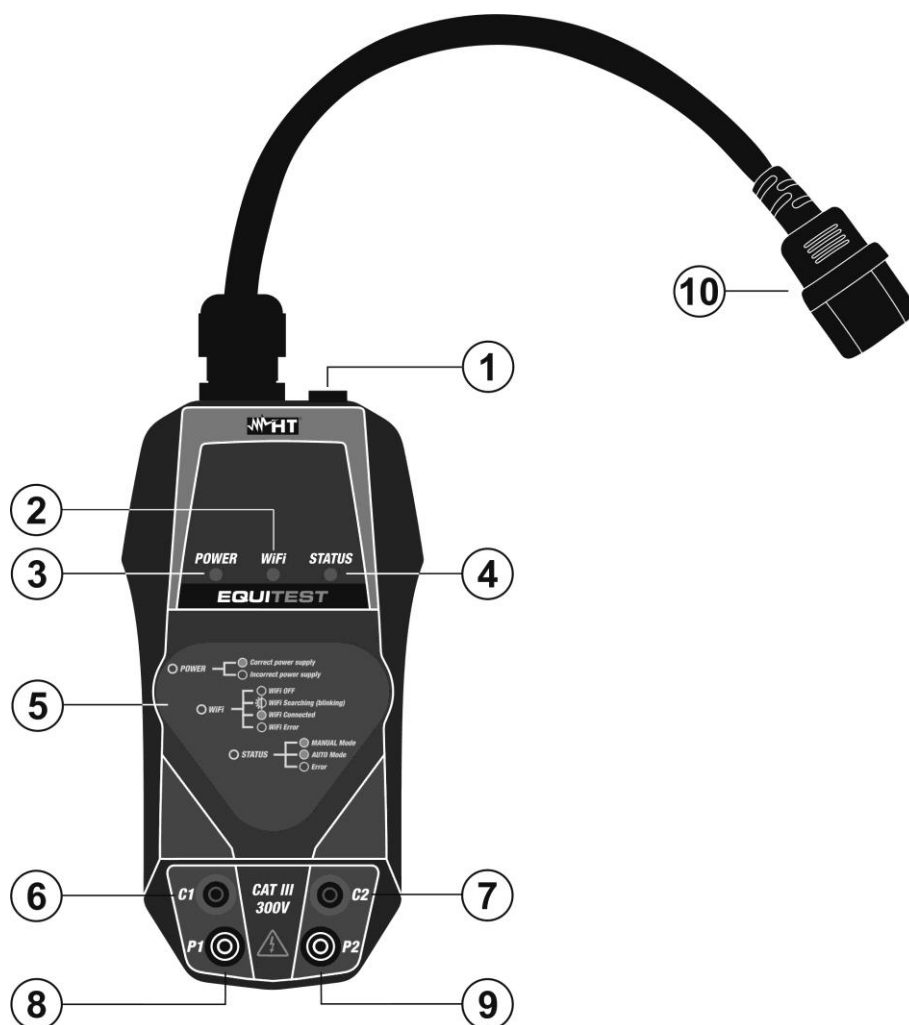
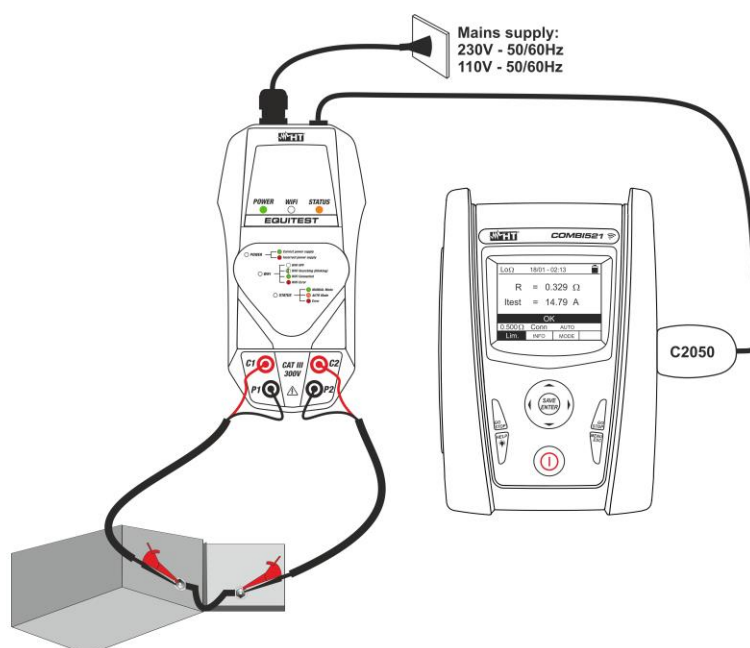

Abb. 1 Beschreibung des Instruments
Abb. 3 Verwendung des Instruments mit MASTER-Einheit
- Verbinden Sie das Instrument mit dem Netz mittels des mitgelieferten Netzkabels (siehe Abb. 1 – Teil 10). Die **POWER** LED schaltet auf dauerhaftes **grün** ein, um die korrekte Versorgungsspannung anzugeben, die **STATUS** LED schaltet auf konstantes **grün ständig** ein, um den Betrieb des Instruments im manuellen Modus anzugeben (siehe die Bedienungsanleitung des MASTER Instruments), die **WiFi** LED schaltet sich **grün blinkend** ein, um anzugeben, dass das Instrument versucht (wenn verfügbar) eine WiFi-Verbindung mit einem externen Mobilgerät über die **HT Equitest** APP (siehe § 5.2) und hat keine Funktionalität in der Verbindung mit dem MASTER-Instrument
- Verbinden Sie das Instrument mit dem MASTER Instrument (siehe Abb. 3) durch das mitgelieferte Kabel **C2050** (siehe Abb. 1 – Teil 1)
- mit den Eingangsbuchsen **P1** und **P2**, und die zwei roten Kabel mit den Eingangsbuchsen **C1** und **C2** (siehe Abb. 3)
5. Verbinden Sie die Krokodilklemmen des Kabelsatzes **C7000** mit den Enden des zu testenden Gegenstandes (siehe Abb. 3).
7. Bei Auswahl des **automatischen Modus** am MASTER Instrument (Messung aktiviert ohne Drücken der **GO/STOP** Taste), prüfen Sie, ob die **STATUS** LED konstant **orange anzeigt**. Verbinden Sie die Krokodilklemmen mit den Enden des zu testenden Gegenstandes (siehe Abb. 3), um den Test automatisch zu aktivieren.
- Verbinden Sie das Instrument mit dem Netz mittels des mitgelieferten Netzkabels (siehe Abb. 1 – Teil 10). Die **POWER** LED schaltet auf dauerhaftes **grün** ein, um die korrekte Versorgungsspannung anzugeben, die **STATUS** LED schaltet auf konstantes **grün ständig** ein, um den Betrieb des Instruments im manuellen Modus